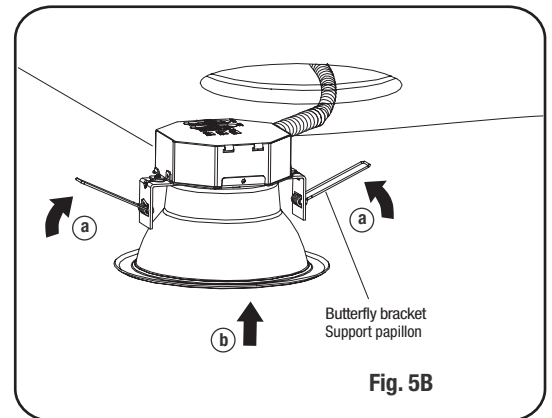

Fig. 5B
7. Bend the butterfly brackets of the luminaire LED Trim and insert it into false ceiling opening (Fig. 5B).
7. Plier les supports papillon du luminaire à DEL et insérer-la dans l'ouverture du plafond (Fig. 5B).